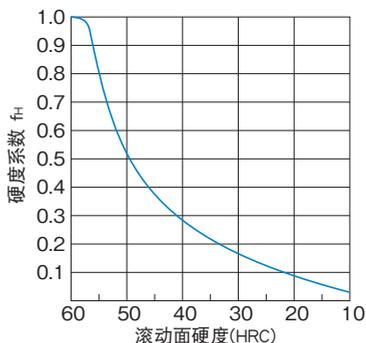

图2 硬度系数 (f_H)
- C : 基本动额定载荷 (N)
- P_c : 径向载荷计算值 (N)
- f_H : 硬度系数 (参照图5-6图2)